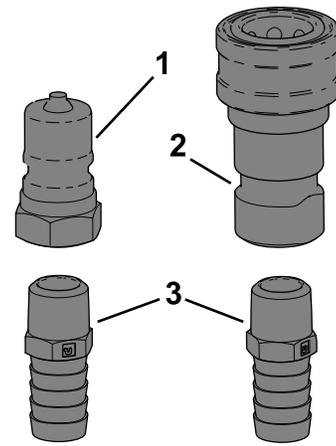

Рисунок 11
2. Заверните прямой штуцер в соединитель (Рисунок 11).